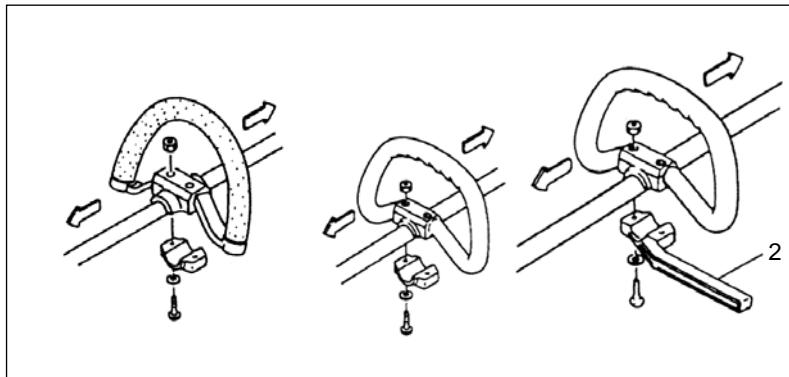

Fig.1-2
Använd alltid spärrstången (2) och säkerhetsselen med remhandtag, när en styv stålklinga används på grästrimmer eller buskklippare med en rak skaft. (Fig.1-2)